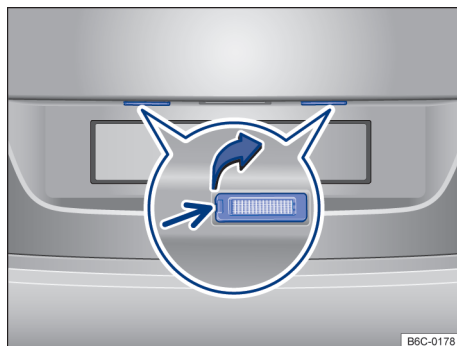

Fig. 167 En el parachoques trasero: luz de la placa de licencia.
- 1 Con la ayuda de un destornillador, presionar la traba → fig. 167 (flecha) para desmontar el conjunto.